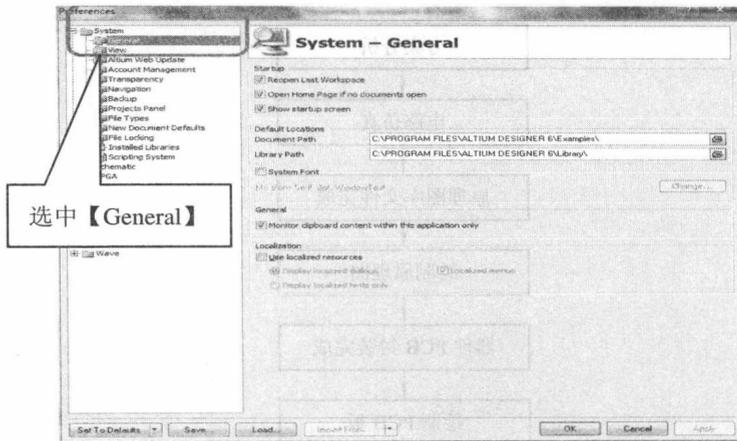

图 1-13 语音设置
(2) 选中【System】下的【General】打开后【Preference】的界面变为图 1-13。